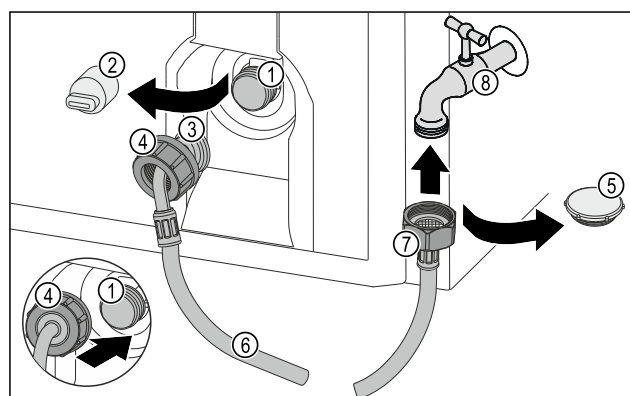

Fig. 44
- Retirer le capuchon de fermeture Fig. 44 (5).
- Placer l'extrémité de flexible droite *Fig. 44 (7)* sur le robinet d'eau *Fig. 44 (8)*.
- Serrer l'écrou sur l'extrémité de flexible droite *Fig. 44 (7)* dans le sens des aiguilles d'une montre.